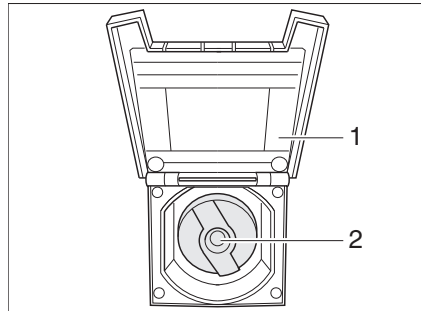

Fig. 215 Tapa de cierre para el tubo de llenado de agua potable
- Abrir la tapa (Fig. 215,1) para el tubo de llenado de agua potable.
- Introducir la llave en el cilindro de cierre (Fig. 215,2) y girarla un cuarto de vuelta en sentido contrario a las agujas del reloj.
- Abrir el tubo de llenado de agua potable (Fig. 215).